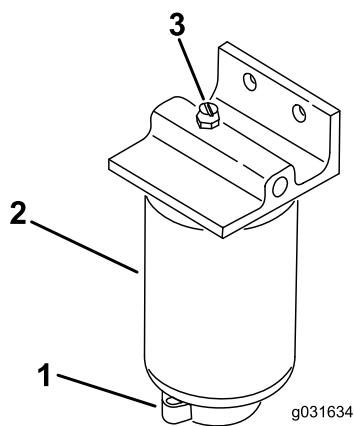

Bild 49
2. Lösen Sie das Ablassventil an der Unterseite des Filters (Bild 49).
1. Reinigen Sie den Anbaubereich des Filters (Bild 49).